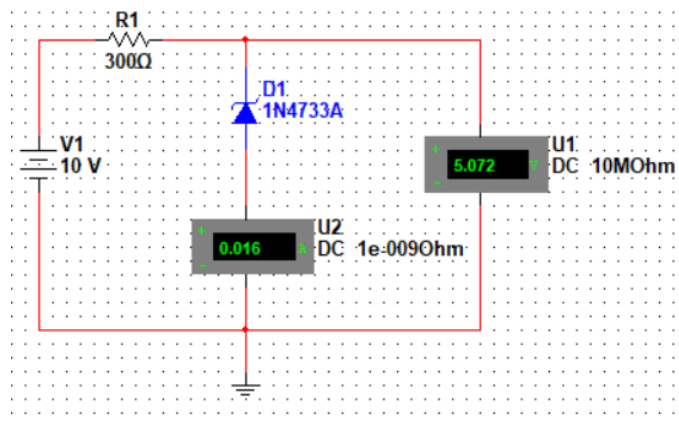

Рисунок 4.1
2. Побудувати та вивчити призначення всіх елементів схеми (рис. 4.1).